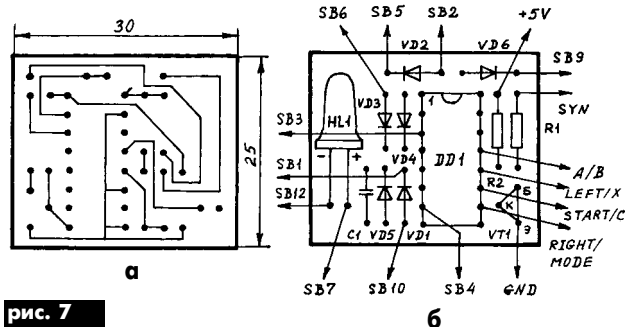

рис. 7
**Упрощенный вариант "Sega"-джойстика** носит название "квазিশестикнопочный" (рис.6). Его можно порекомендовать тем, кому полная схема замещения покажется слишком сложной. На рис.7, а и б показаны эскиз печатной платы и схема расположения элементов.